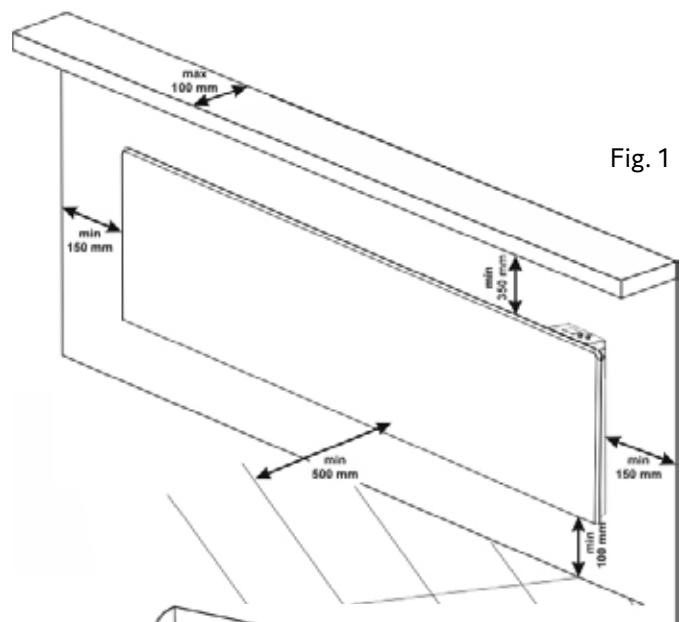
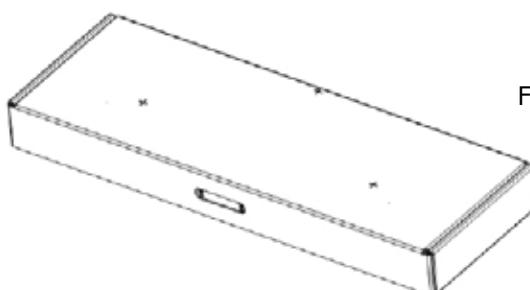

Fig. 1
Fig. 2
- Välj placering och märk upp dess tre punkter för positionen för borrning, borra sedan med ett Ø 6 mm borrh på de markerade platserna på väggen. (Fig. 1). Som hjälp kan du gärna använda de förberedda hålen i förpackningen, märkta med + (Fig. 2).